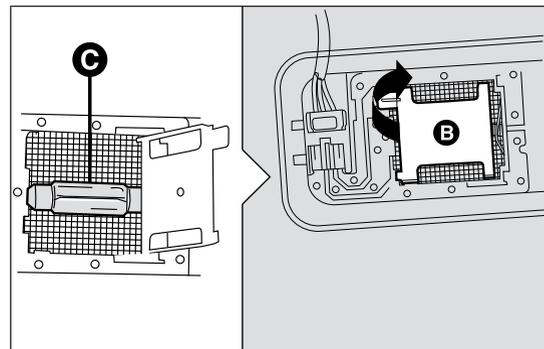

fig. 149
- abrir la tapa B fig. 149 como se indica;
- sustituir la lámpara C fig. 149 soltándola de los contactos laterales, colocar la nueva lámpara y asegurarse de que quede correctamente fijada entre estos;